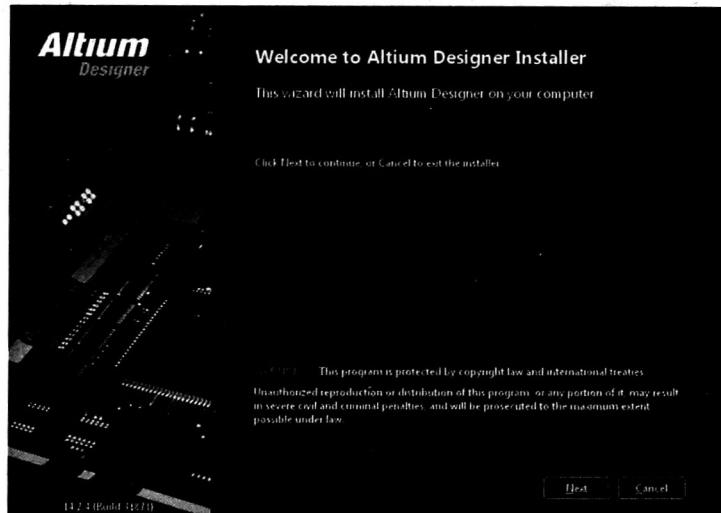

图 1-1 安装界面
(1) 将安装光盘装入光驱后，打开该光盘，从中找到并双击 AltiumInstaller.exe 文件，弹出 Altium Designer 14 的安装界面，如图 1-1 所示。